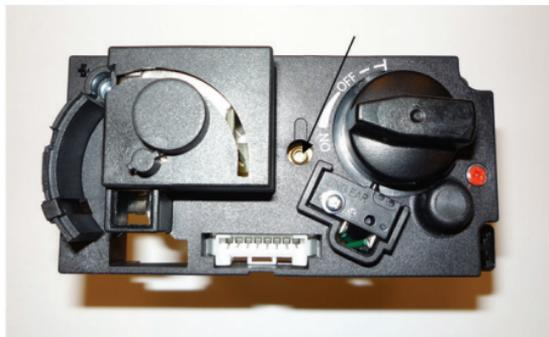

Fig. 14 Méthode de réglage de la pression de sortie
3. Le régulateur de pression est situé dans la partie supérieure de l'unité de commande. Pour permettre son réglage, retirer le bouchon en plastique (Fig. 14).